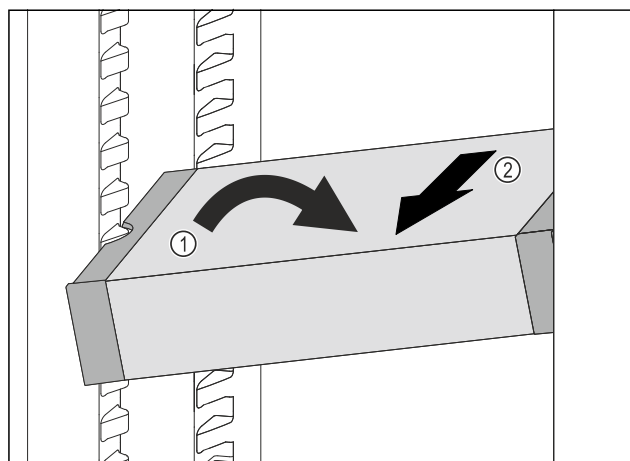

Fig. 143
- Stil VarioSafe på skrå ind i kølesektionen. Fig. 143 (1)
- Tag VarioSafe ud fremefter. Fig. 143 (2)